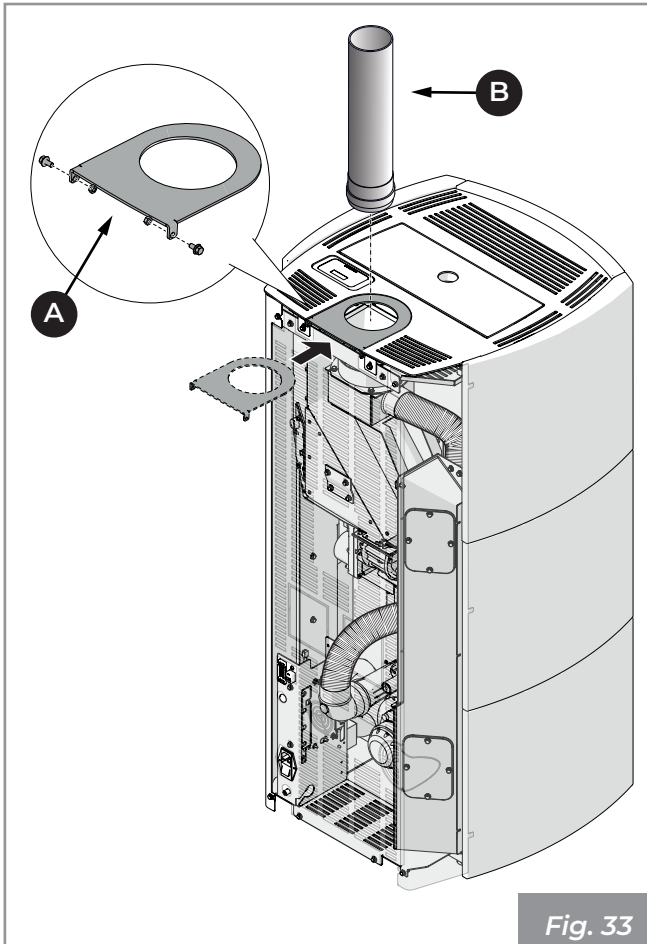

Fig. 33
- Conectar el tubo de salida humos **(B)** (Fig. 33)